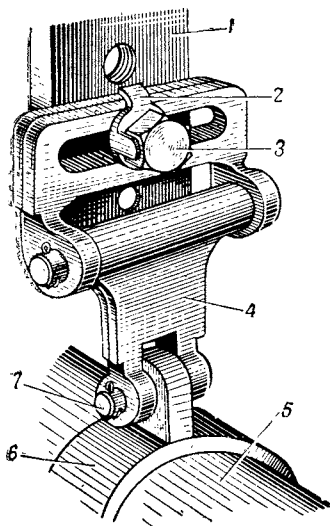

Рис. 41. Шарнирная подвеска прицепа ТШ2-22:
Установка прицела в танке. Прицел устанавливается в башне танка с левой стороны пушки. Головная часть прицела жестко соединяется при помощи кронштейна с люлькой пушки и качается вместе с пушкой; окулярная часть прицела при помощи шарнирной подвески (рис. 41) крепится к крыше башни.
4. Соединить пальцем 7 (рис. 41) хомут 6 на прицеле с подвеской и зашплинтовать палец.